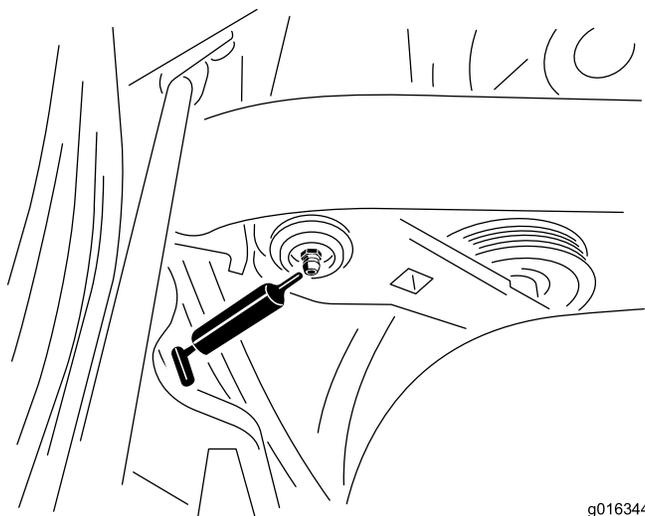

図 45
1. 異物を入れてしまわないよう、グリスフィッティングをきれいに拭く (図 45)。